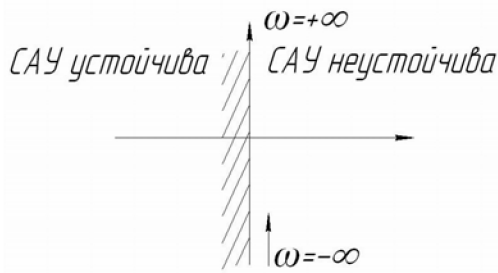

Рисунок 1
параметров, соответствует оси мнимых корней уравнения (см. рисунок 1). А так как при изменении  $\omega = -\infty \div \infty$  корни уравнения, соответствующие устойчивой САУ, располагаются слева относительно оси мнимых корней, то при построении Д – разбиения область устойчивости штрихуется слева. Эта кривая разделяет область параметров на несколько областей, соответствующих различным значениям корней характеристического уравнения. Наиболее вероятным претендентом на устойчивость является область  $S$ . Чтобы удостовериться в этом, в уравнении (1) численные значения параметра  $\tau$  задают из области  $S$ . Если система окажется устойчивой при этом значении фиксированного параметра, то  $S$  является